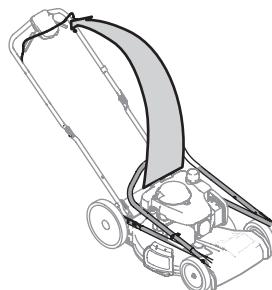

Figure 7
3. Assurez-vous que la tondeuse est stable, relevez le guidon et dépliez la partie supérieure. Voir (Figure 7). La partie inférieure doit être bien fixée dans les supports. Veillez à ne pas pincer le câble de commande de la lame ou le câble d' entraînement lorsque vous relevez le guidon.